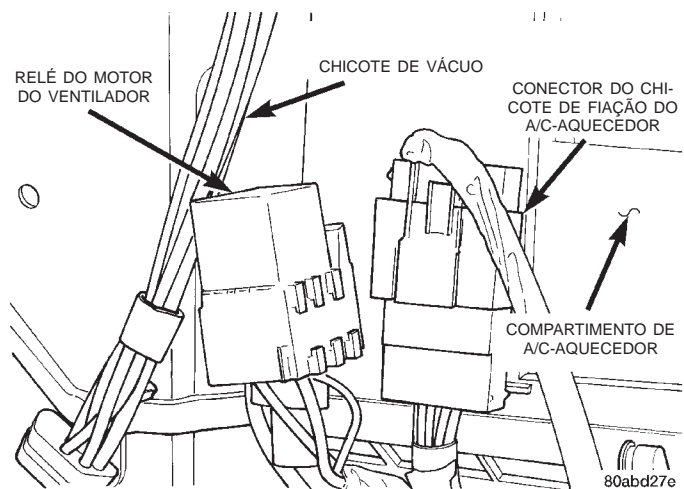

Fig. 50 Conector da Unidade de A/C-Aquecedor
(1) Desconecte e isole o cabo negativo da bateria.
(2) Retire o painel de instrumentos do veículo. Consulte "Conjunto do Painel de Instrumentos" no Grupo 8E "Sistemas do Painel de Instrumentos" para obter mais informações sobre os procedimentos.
(3) Se o veículo não for equipado com ar condicionado, vá para a etapa 6. Se o veículo for equipado com ar condicionado, recupere o líquido refrigerante do sistema de refrigeração. Consulte "Recuperação do Líquido Refrigerante", neste grupo, para obter mais informações sobre os procedimentos.
(4) Solte a ajustagem da linha de refrigeração da linha de líquido do tubo de entrada do evaporador. Consulte "Acoplador da Linha de Refrigeração", neste grupo, para obter mais informações sobre os procedimentos. Instale plugues ou aplique fita sobre todas as ajustagens abertas da linha de refrigeração.
(5) Solte a ajustagem da linha de refrigeração do tubo de entrada do acumulador do tubo de saída do evaporador. Consulte "Acoplador da Linha de Refrigeração", neste grupo, para obter mais informações sobre os procedimentos. Instale plugues ou aplique fita sobre as ajustagens abertas da linha de refrigeração.
(6) Drene o sistema de arrefecimento do motor. Consulte o Grupo 7 "Sistema de Arrefecimento" para obter mais informações sobre os procedimentos.
(7) Desconecte as mangueiras do aquecedor dos tubos do núcleo do aquecedor. Consulte o Grupo 7 "Sistema de Arrefecimento" para obter mais informações sobre os procedimentos. Instale plugues ou aplique fita sobre os tubos abertos do núcleo do aquecedor.
(8) Solte o conector da linha de alimentação de vácuo do sistema de A/C-aquecedor da ajustagem tê próxima aos tubos do núcleo do aquecedor.
(9) Solte o conector do chicote de fiação da unidade de A/C-aquecedor que está preso ao compartimento de A/C-aquecedor próximo ao relé do motor do ventilador (Fig. 50).